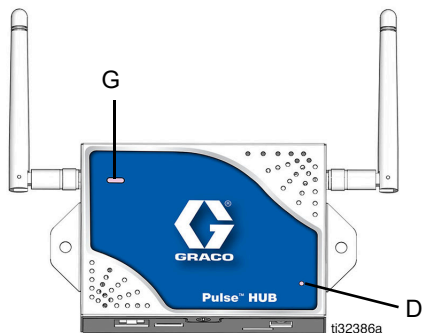

FIG. 5
Una vez instalado el HUB Pulse, verifique que se ilumine la luz de encendido (D) (FIG. 5) y que el HUB funcione correctamente.
El estado del software de gestión de fluidos Pulse se indica mediante la luz de estado del HUB (G) (FIG. 5). Consulte la tabla Luces de estado del HUB de abajo para ver definiciones de diagnóstico.